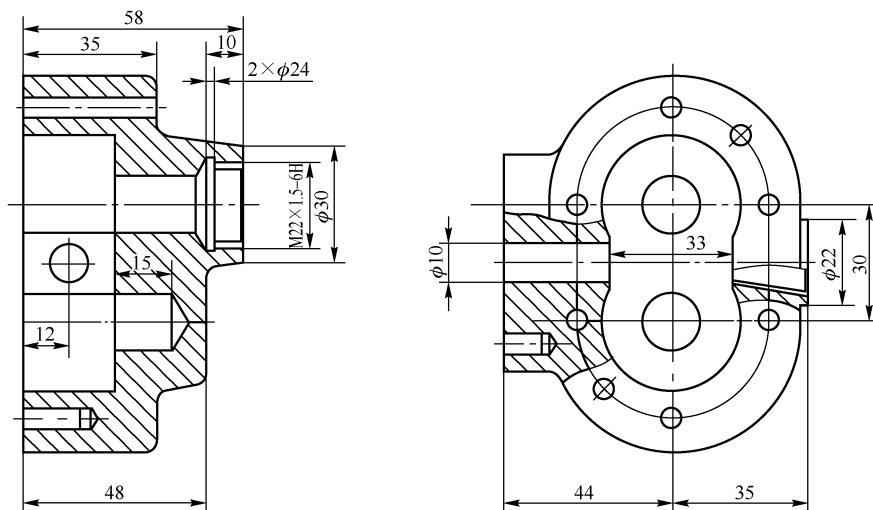

图 11-73 编辑无公差的线性尺寸
Step 3 编辑无公差的线性尺寸：调用“文字”工具栏的“编辑”命令，修改线性尺寸。编辑无公差的线性尺寸，如图 11-73 所示。